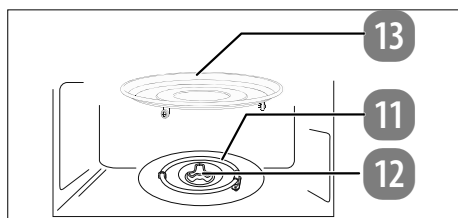

Fig. 5 – Inserimento del piatto girevole
- ▶ Posizionare quindi il piatto girevole al centro dell'albero di trasmissione (**vedere Fig. 5**) in modo che le nervature del piatto girevole si inseriscano nelle rientranze dell'albero di trasmissione.